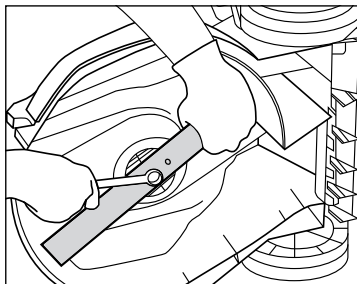

Рис. 15
3. Удерживая нож, с помощью гаечного ключа отсоедините болт крепления ножа и снимите шайбу (рис. 15).